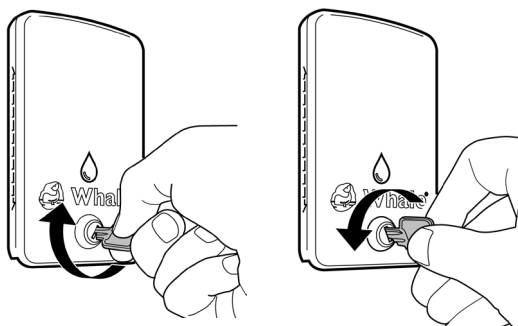

Fig. 3. Bloqueo y desbloqueo de la tapa
- (Fig. 3) La tapa de las llenado del depósito de a bordo y llenado del depósito de a bordo+ 12v incorporan un cierre de seguridad para impedir el acceso a su suministro de agua corriente. Gírelo en el sentido de las agujas del reloj para bloquear la tapa y en el sentido contrario para desbloquearla.